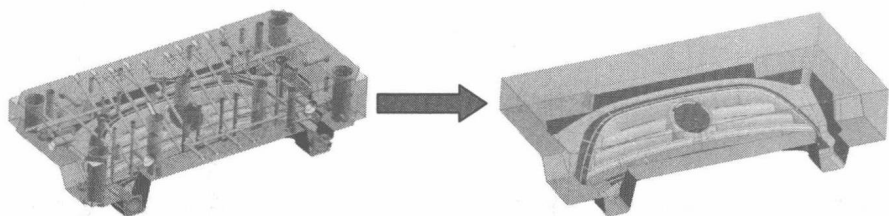

图0-3 NX加工模型优化前处理
- CAM数控加工方面，主要竞争对手是英国达尔康公司的PowerMILL。相对于PowerMILL，NX的优势是与强势的NX CAD、模具设计、电极设计集成，不但可以通过WAVE创建关联工序模型，而且善于处理复杂体的精加工；劣势是针对大型复杂几何体的刀轨计算速度相对较慢。图0-3所示为NX加工模型优化前处理。